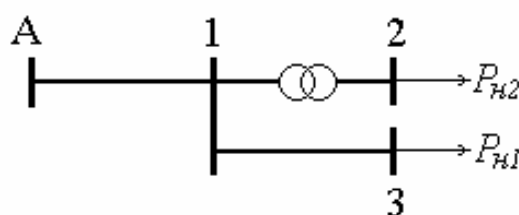

Рис. 46. Схема сети к задаче 21
**Задача 21.** Выполнить расчет параметров режима электрической сети, изображенной на рис. 46, методом последовательных приближений. Центр питания - узел А, в котором поддерживается напряжение  $U_A = 230$  кВ.